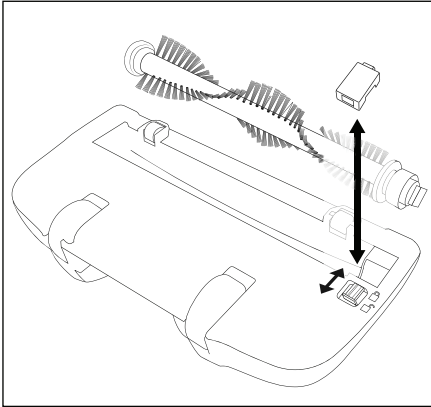

Fig. 5
- 2) Desplace el bloqueo de la placa de cobertura hacia el símbolo **11** y desmonte la placa de cobertura (fig. 5).
- 7) Vuelva a colocar la placa de cobertura hasta que quede bien fija. La placa de cobertura queda encastrada cuando el encastre se desliza automáticamente hacia el símbolo  (fig. 5).